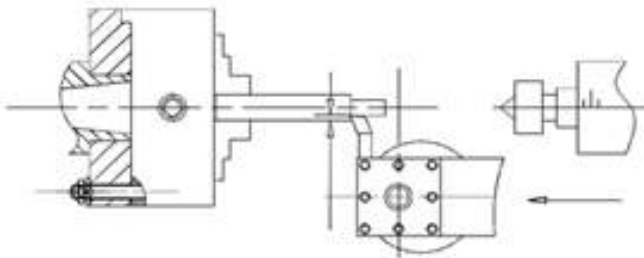

Figura 25
8.7. TORNEAMENTO RETILÍNIO (Figura 25)